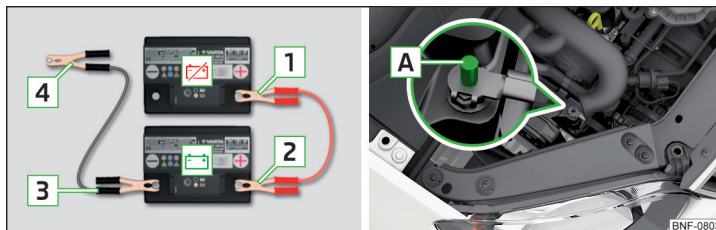

Fig. 157 Starthjælp: ☒ – afladet batteri. ☒ – strømgivende batteri / Motorens stelpunkt ved START-STOP-system
- Sæt i biler med START-STOPP-system klemmen **4** fast på motorens stelpunkt **A** » Fig. 157.